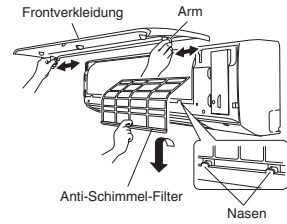

Abb. 3-82
Wenn die Frontverkleidung sich nicht abnehmen lässt, die Verkleidung an beiden Enden fassen und ein wenig anheben. Die Verkleidung zum Lösen des linken Arms nach links drücken und zum Lösen des rechten Arms nach rechts. (Abb. 3-82)
- (2) Den Anti-Schimmel-Filter ein wenig anheben, um ihn von den Nasen an der Einheit zu lösen, und dann nach unten ziehen, um ihn von der Einheit zu entfernen. (Abb. 3-82)